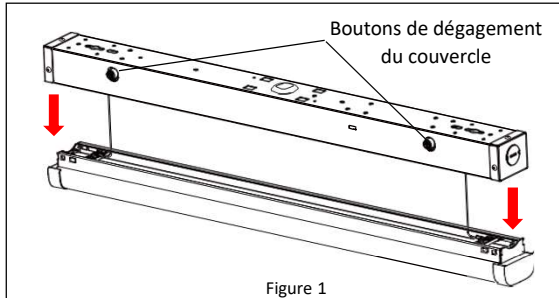

Figure 1
2. Ouvrez le luminaire en appuyant sur les quatre boutons situés sur le côté. Cela permettra au couvercle des DEL de se désengager du boîtier. **Reportez-vous à la Figure 1.**
2. Localisez la trousse d'assemblage pour le montage suspendu. Dévissez la pince du baril. **Reportez-vous à la Figure 1**.